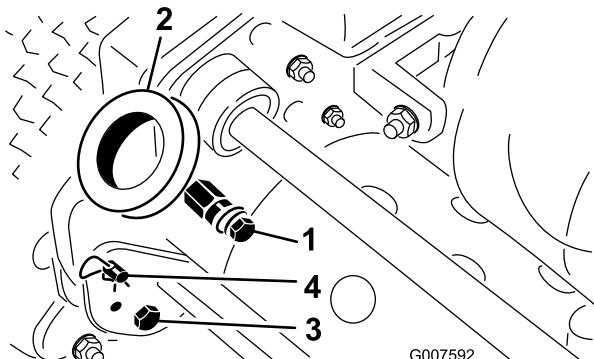

Figura 2
2. Togliete i bulloni e i dadi di bloccaggio che fissano la base dei bracci della stegola su ciascun lato del tosaerba (Figura 2).
3. Togliete le coppiglie a forcina ed i perni ad anello che fissano i bracci della stegola sul retro dell'intelaiatura (Figura 2).
1. Togliete il bullone, la rondella e la rondella di sicurezza dal perno di montaggio su ciascun lato del tosaerba (Figura 2).
- Inserite le estremità della stegola nei fori dei bracci della stegola, ed allineate i fori con i perni di montaggio (Figura 2).
- Togliete le coppiglie a forcina dai perni ad anello situati su ciascun lato del tosaerba (Figura 2).
- Sostenete la stegola e togliete i perni ad anello da ciascun lato, quindi alzate o abbassate la stegola nella posizione di servizio desiderata (Figura 2).